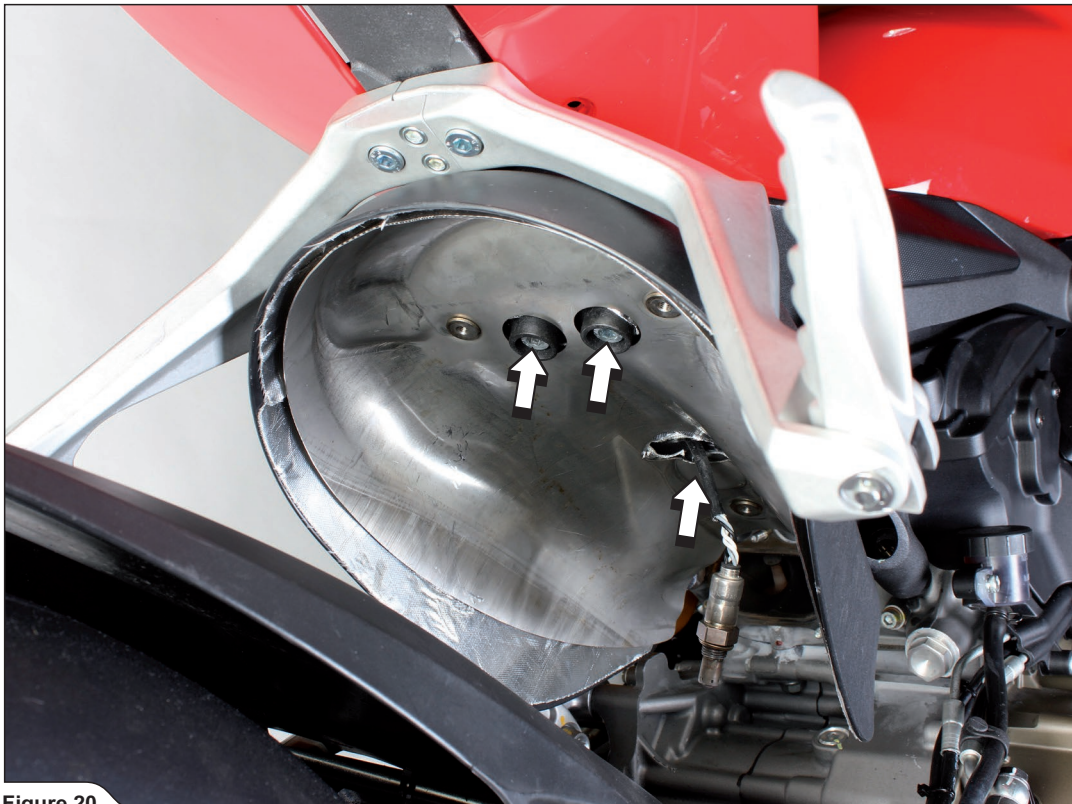

Figure 20
16. 図に示すボルトを緩めて外し、ヒートガードを取り外します (図 20)。パッセンジャーフットペグなしで使用するタイプのみ: 車両からパッセンジャーフットペグを外します。